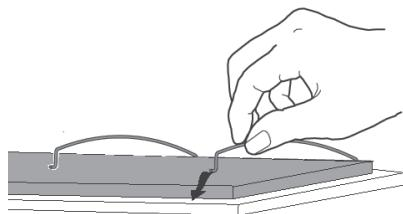

FIG. 25
Placer le filtre de recirculation à l'extérieur du filtre à graisses et le bloquer à l'aide de (4) dispositifs de retenue. Voir fig.25.